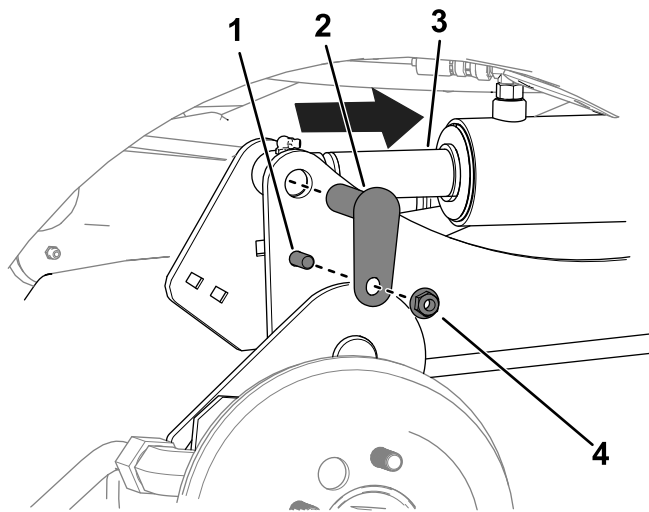

Bild 7
- B. Verwenden Sie einen Austreiber, um die Löcher der Zylinderstange mit den Löchern des Hubarms auszurichten (Bild 7).
C. Verwenden Sie zwei Schrauben ($\frac{3}{8}$ " x $1\frac{1}{4}$ "), zwei Muttern ($\frac{3}{8}$ ") und zwei kleine Stifte, um die Hubarme an den Zylindern zu befestigen (**Bild 7**).